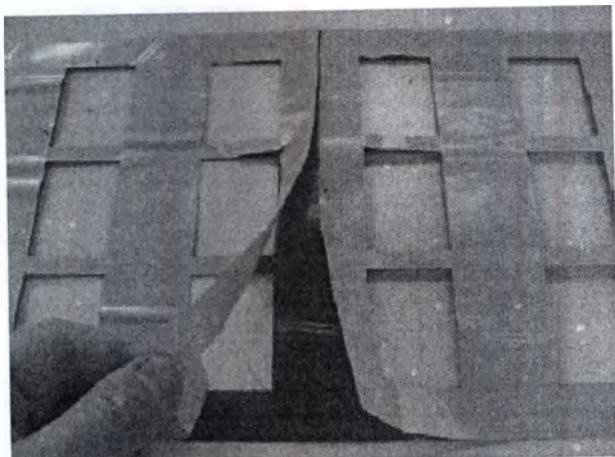

Рисунок 5 ММ
4. Сделайте отслаивание прокладочной бумаги с середины задней поверхности брызговика до середины прямоугольных отверстий с обеих сторон (рис. 5 MM).